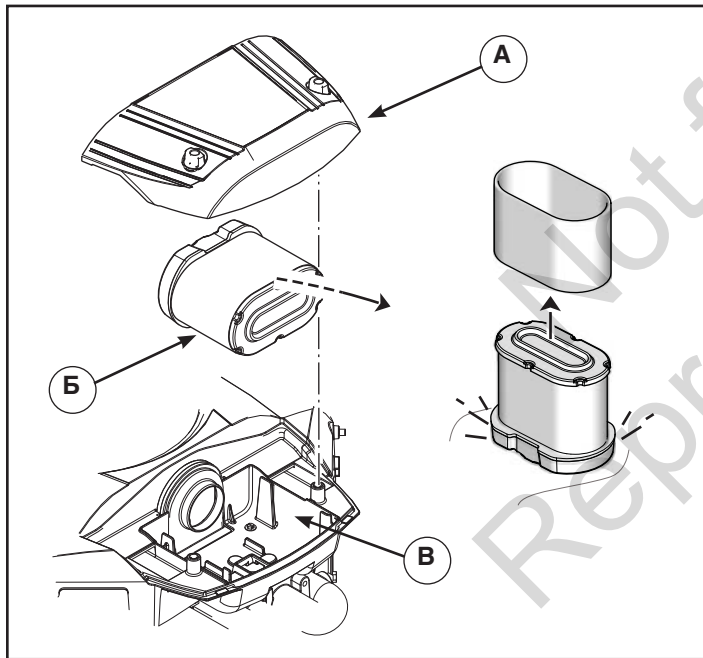

Рисунок 11
1. Снимите крышку (А, рис. 11).